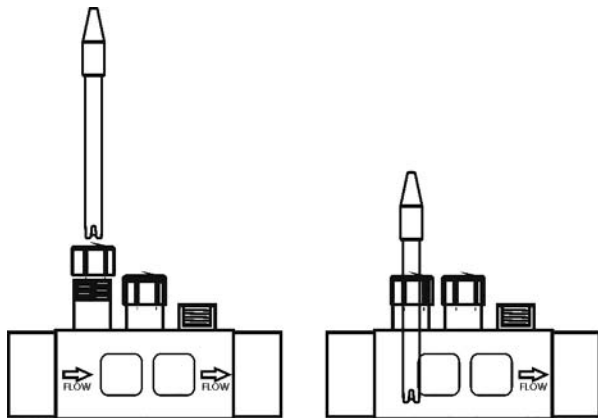

Fig. 12
1. Inserir os sensores de pH / ORP fornecidos com o equipamento em correspondentes compartimentos do porta-sensores (Fig. 12).